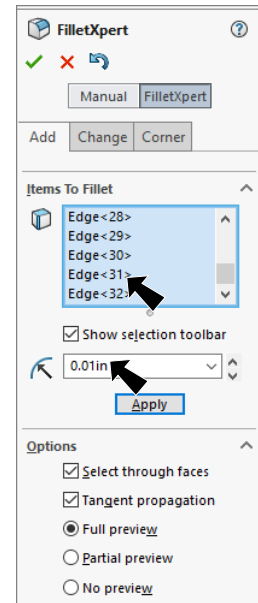

Fig. 23
Step 4. Set **Radius .01**, Fig. 23